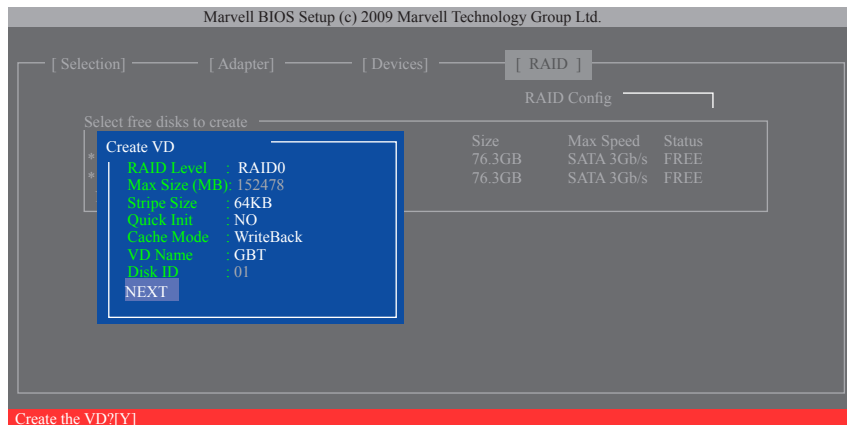

図 7
6. **NEXT:** 上の設定を完了した後、**NEXT** に移動して<Enter>押しアレイの作成を開始します。確認を求められたら、<Y>を押して確認するか<N>を押してキャンセルします(図 7)。